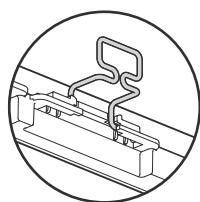

Fig. 9-5
9.4.1. Preparativos (Fig. 9-5)